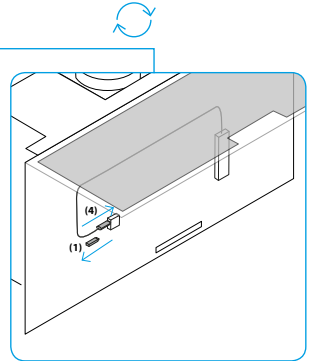

Fig. 3 Enkel installation av mottagaren
Fig. 3 **Installazione semplificata del ricevitore** Il ricevitore può essere installato facilmente senza strumenti aggiuntivi: aprire la **parte anteriore** della cappa, rimuovere la levetta (1) e collegare il ricevitore (4).